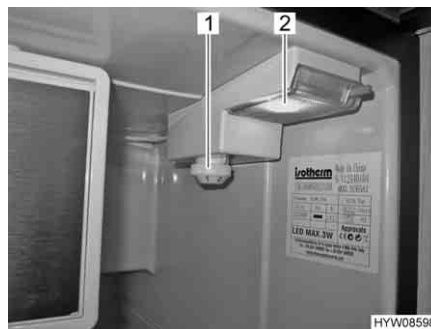

Fig. 59 Elemento di comando
- Ruotare il termoregolatore (Fig. 59,1) in senso orario dalla posizione "0" alla posizione "1". Il forno è acceso, l'illuminazione interna (Fig. 59,2) è accesa.
- Ruotare il termoregolatore (Fig. 59,1) in senso antiorario sulla posizione "0". Si deve qui superare una leggera resistenza.
- Impostare la temperatura al termoregolatore (Fig. 59,1).